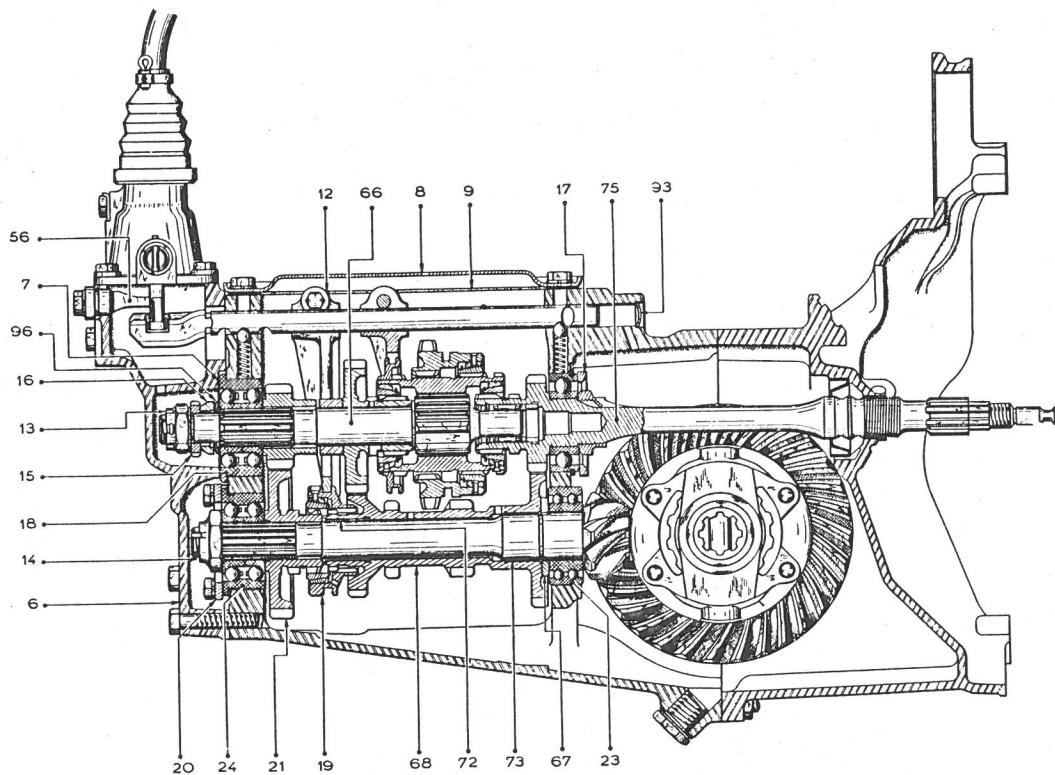
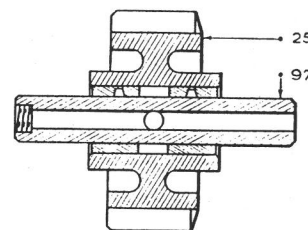

Fig. 24. Snit af transmissionsenheden.
Fig. 25.
Er hjulet (21) i fig. 25, 29,25 mm langt, monteres shims'ene (74) mellem leje og hjul. Er hjulet 31,25 mm langt, monteres shims'ene derimod under lejets krave, som vist nederst i fig. Lejets holdeplade (20) fig. 24 fastspændes med et moment på 2,5 kpm (18,5 lbft), og møtrikken (14) tilspændes fast.